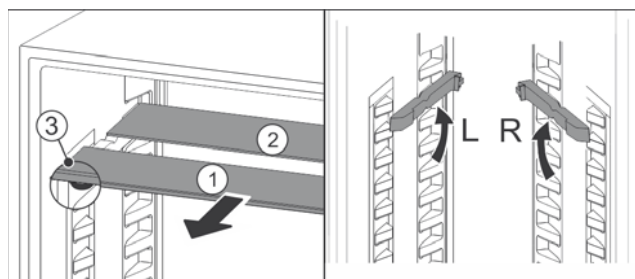

Fig. 29
- По одной извлеките Fig. 29 (1) стеклянные панели движением вперед.
- ▷ Стеклянная панель Fig. 29 (1) с декоративной планкой лежит спереди.
- ▷ Стопоры Fig. 29 (3) показывают вниз.